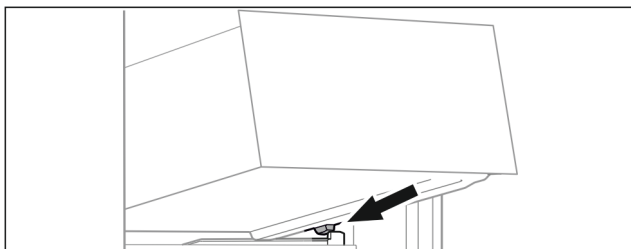

Fig. 62
- ▶ Поставете чекмеджето под ъгъл зад ограничителите върху реброто на съда. (виж Fig. 62)